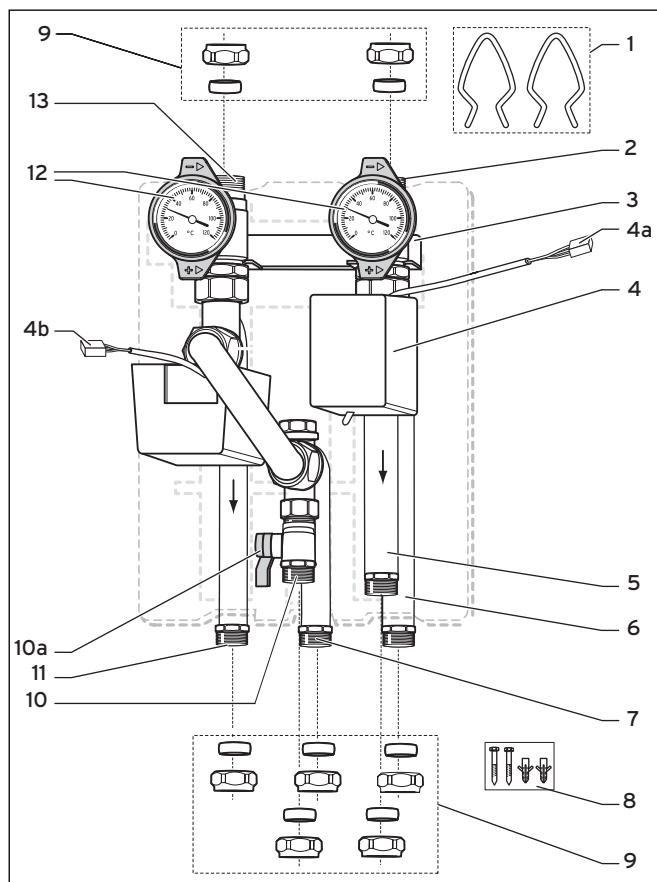

Abb. 3.1 Übersicht: Aufbau des Hydraulikblocks
- Montieren Sie die Befestigungsschiene (3, Abb. 3.1) mit den Dübeln und Schrauben (8, Abb. 3.1) an der Wand.
- Stecken Sie die Hinterschale auf die Befestigungsschiene (3, Abb. 3.1).
- Stecken Sie die Rohrstränge auf die Befestigungsschiene (3, Abb. 3.1) und lassen Sie Rohrstränge in der Befestigungsschiene einrasten.
- Sichern Sie die Rohrstränge mit den zwei Halteklammern (1, Abb. 3.1), indem Sie die Halteklammern in die Nut der Rohrstränge unter der Befestigungsschiene klemmen.
- Verbinden Sie das Heizkreis-Vorlaufrohr (2) mit dem Vorlauf des Heizkreises.
- Verbinden Sie das Heizkreis-Rücklaufrohr (13) mit dem Rücklauf des Heizkreises.
- Verbinden Sie das Heizgeräte-Vorlaufrohr (6) mit dem Vorlauf des Heizgerätes.
- Verbinden Sie das Heizgeräte-Rücklaufrohr (7) mit dem Rücklauf des Heizgerätes.
- Verbinden Sie das Verbindungsrohr (10) mit der bauseits gestellten Rohrverbindung zum Ausgang Temperaturerhöhung am Kombispeicher (A) bzw. Pufferspeicher (B).
- Verbinden Sie das Verbindungsrohr (11) mit der bauseits gestellten Rohrverbindung zum Eingang Temperaturerhöhung am Kombispeicher unten.
- Verbinden Sie das Verbindungsrohr (5) mit der bauseits gestellten Rohrverbindung zum Vorlauf Nacherwärmung Warmwasser auf dem Deckel des Kombispeichers (A) bzw. mit dem obersten Anschluss des Pufferspeichers (B).
- Schließen Sie das Kabel (4b) des linken Motorventils (4, Abb. 3.1) mit dem ProE-Stecker an den Anschluss LP/UV2 am Solarsystemregler auroMATIC 620 an (siehe Bedienungs- und Installationsanleitung auroMATIC 620).
- Schließen Sie das Kabel (4a) des rechten Motorventils (4, Abb. 3.1) mit dem ProE-Stecker an den Anschluss LP/UV1 am Solarsystemregler auroMATIC 620 an (siehe Bedienungs- und Installationsanleitung auroMATIC 620).
- Schließen Sie die Absperrventile (12) des Heizungsvor- und -rücklaufs.
- Schließen Sie das Absperrventil (10a, Abb. 3.1) Rücklauf Nacherwärmung Warmwasser und die bauseitig angebrachten Absperrventile in den übrigen Verbindungsrohren zum Kombispeicher.